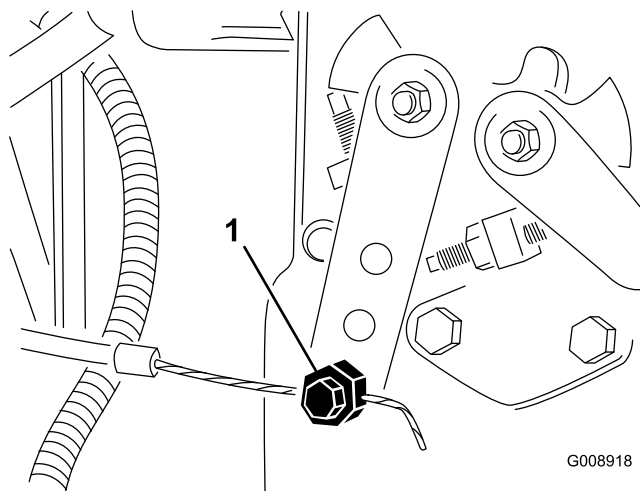

図 71
2. 噴射ポンプのレバーアーム（図 71）の部分にあるスロットルケーブルのコネクタをゆるめる。